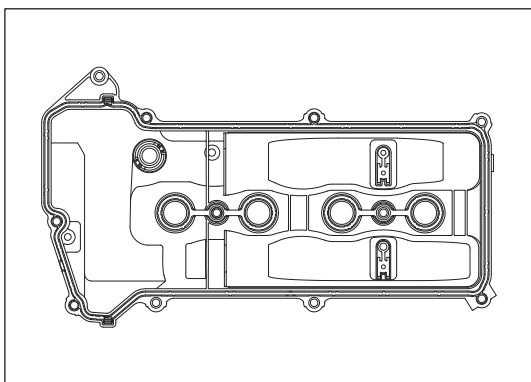

Рис. 12-2-5. Проверка крышки головки блока цилиндров
### (2) Проверить прокладку на наличие повреждений; если имеются повреждения, заменить ее, как изображено на рис. 12-2-5.